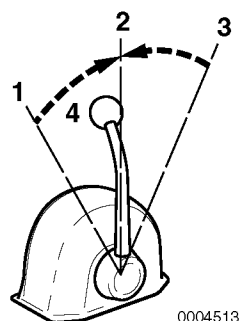

Figura 2
Utilice la palanca de aceleración (**Figura 2, (4)**) para controlar la aceleración y desaceleración. Mueva la palanca lentamente.
2. Al mover la palanca entre **AVANTE** (**Figura 2, (1 o 3)**) y **MARCHA ATRÁS** (**Figura 2, (3 o 1)**), coloque el embrague en **PUNTO MUERTO** (**Figura 2, (2)**) y haga una pausa antes de cambiar lentamente a la posición deseada. No cambie **NUNCA** bruscamente de **AVANTE** a **MARCHA ATRÁS** o viceversa.